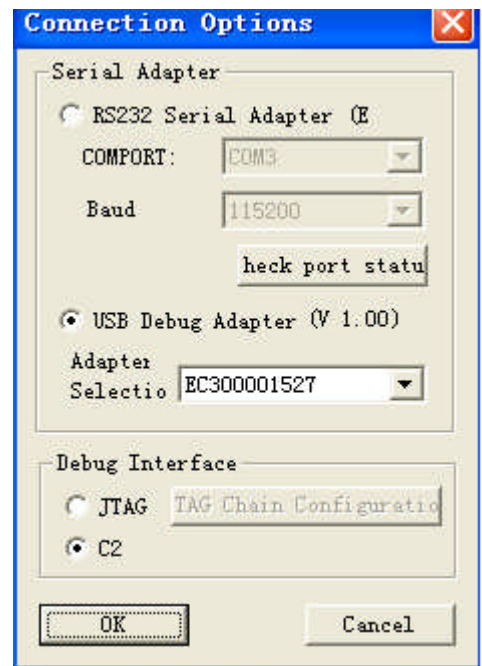
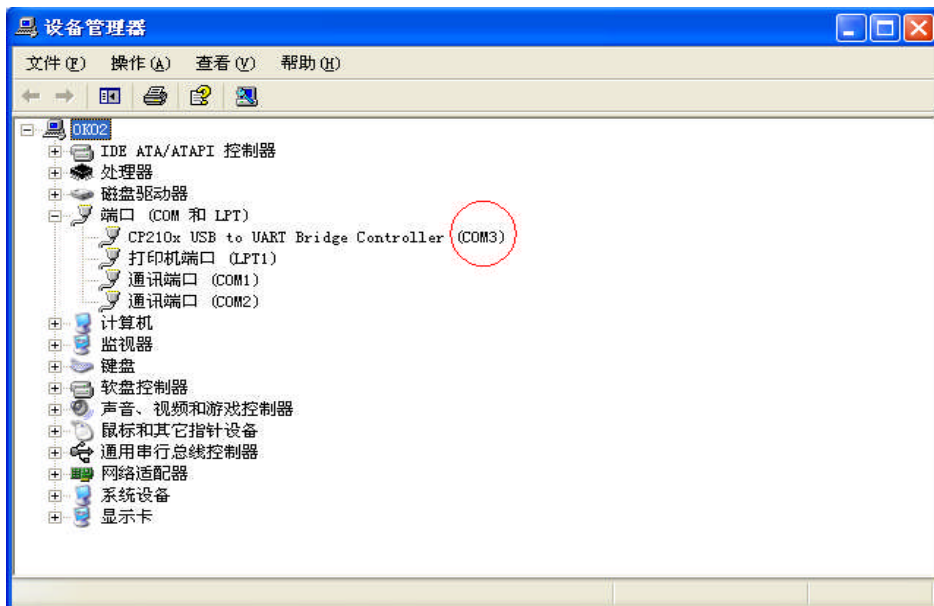

图 3
图 4
3. 安装结束，打开 IDE 集成开发环境，在新建或打开原有的项目后，点击主菜单“Options”选择“Connection Options...”选项（如图 2 所示），进入图 3 界面。
(1) 若调试器使用 U\_EC3/ U\_EC5, 选择与图 3 相同选项, 点击 OK 即可进行连接、程序下载和在线调试。
(2) 若调试器使用 U\_EC2, 图 3 中“Serial Adapter”框选“RS232 Serial Adapter...”一项。其中, “COMPORT”的选择要参照“设备管理器”的端口选项(图 4 中红色圆圈)。已知红色圆圈内容后, 点击“COMPORT”复选框, 选择“Other COM”项, 输入与“设备管理器”中相同的 COM 口值(如“3”。注: 只输入“3”), 则“COMPORT”复选框的内容为“COM3”。点击 OK 即可进行连接、程序下载和在线调试。